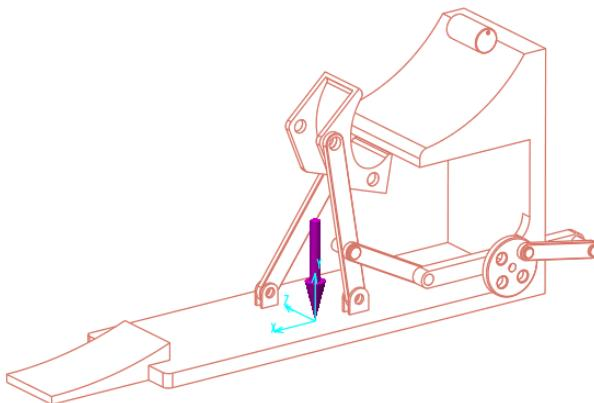

图9.5.47 重力方向
(1) 选择命令。单击**属性和条件**区域中的“重力”按钮 重力 ，系统弹出“重力”对话框。
(2) 设置重力方向。在**方向**区域中设置X=0, Y=-1, Z=0, 分别按Enter键确认, 此时重力方向如图9.5.47所示。